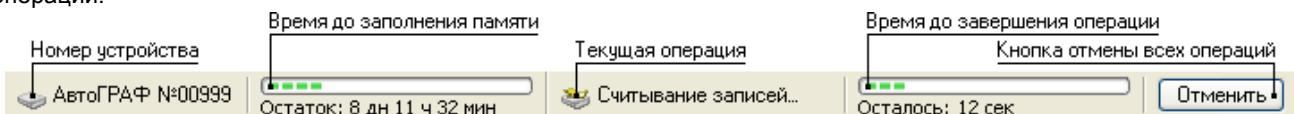

Рис. 63 – Панель устройства.
- Выберите **Меню – Устройство – Считать записи** или нажмите кнопку на Панели быстрого доступа. Ход считывания записей отображается на панели устройства. Для прерывания процесса считывания записей из устройства нажмите кнопку **Отмена**, которая расположена на панели устройства (рис.63).